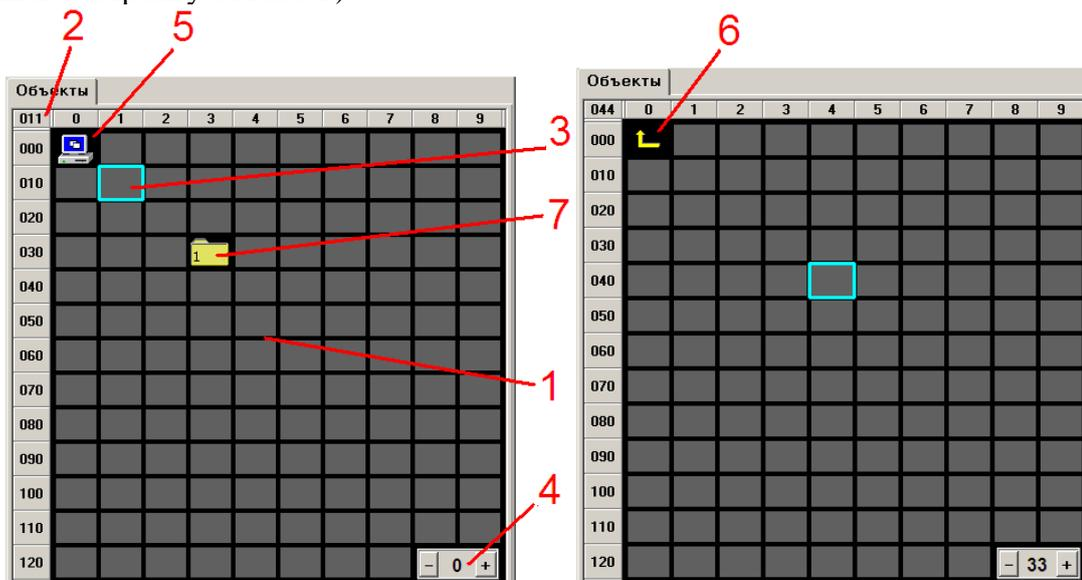

Рис. 5
Всего таких полей размещения объектов, как представленное на рис.5, может быть до 128 с номерами от 0 до 127. Количество полей в конкретной системе равно количеству концентраторов плюс 1. Номер текущего поля отображается в элементе (4). В поле с номером «0» могут размещаться только Концентраторы и объект Система. Остальные поля имеют номера, равные номерам концентраторов в системе и становятся доступными после ввода концентраторов на поле с номером «0». В каждом поле с номером, отличным от нуля, могут размещаться только объектовые приборы соответствующего концентратора.
Объект «Система» располагается на поле размещения объектов с номером «0» и представляет собой стилизованное изображение компьютера (рис.5, метка 5). При выборе данного объекта, в левой части окна программы появляются 3 вкладки, содержащие параметры объекта «Система»: